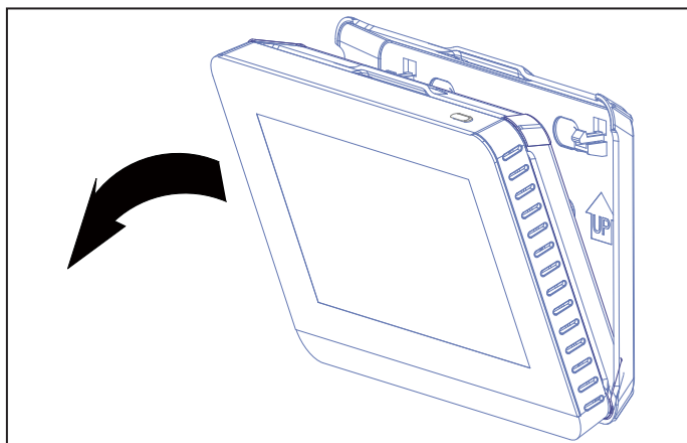

Figura 2: Desmontaje de la tapa trasera del mando
3.1.1 Separe la tapa trasera en la parte superior del mando con la mano o un destornillador. Véase la figura 2.